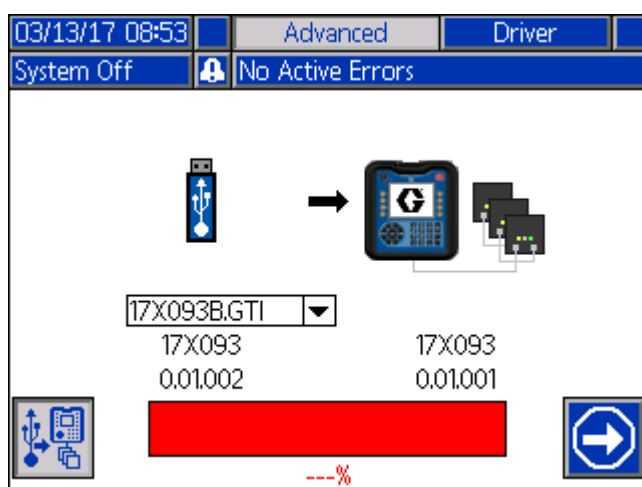

ABB. 13: Softwareübertragung NICHT abgeschlossen
10. Wenn die Übertragung der Softwareaktualisierung fehlschlägt, färbt sich der Fortschrittsbalken rot und es wird kein Prozentsatz angezeigt. Siehe **Abb. 13**. Vergewissern Sie sich, dass Token und USB entsprechend (nicht lose) eingesteckt sind und wiederholen Sie den Vorgang. Entfernen Sie USB-Speicher oder Token nicht, bevor der Übertragungsvorgang abgeschlossen ist.